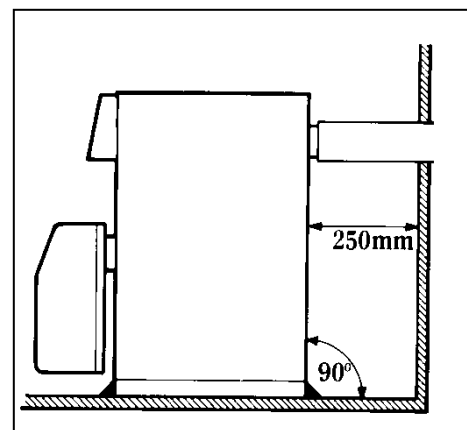

Bild 1
- Stellen Sie ein Mindestabstand zur dahinterliegenden Wand von 250 mm sicher. (Bild 1)